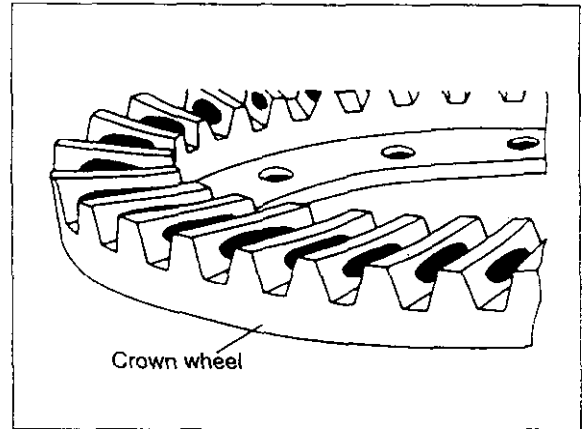

Fig. 2-368
- a. Normal contact pattern (Fig. 2-368).